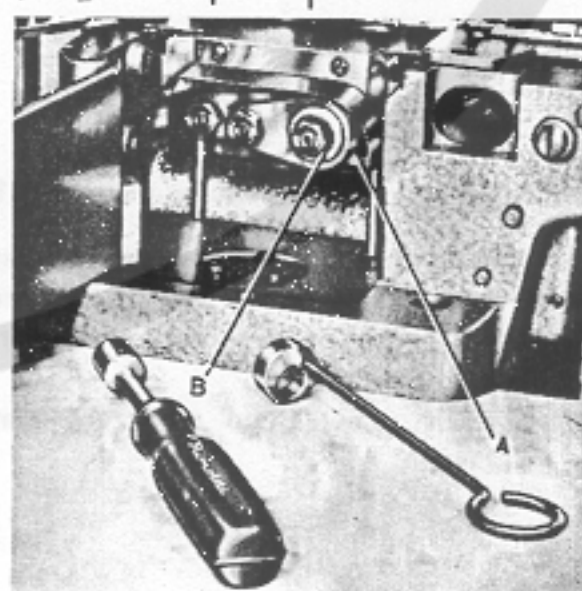

fig. 14
9. Feed (fig. 14).
e) Stitch length adjustment (fig. 14).